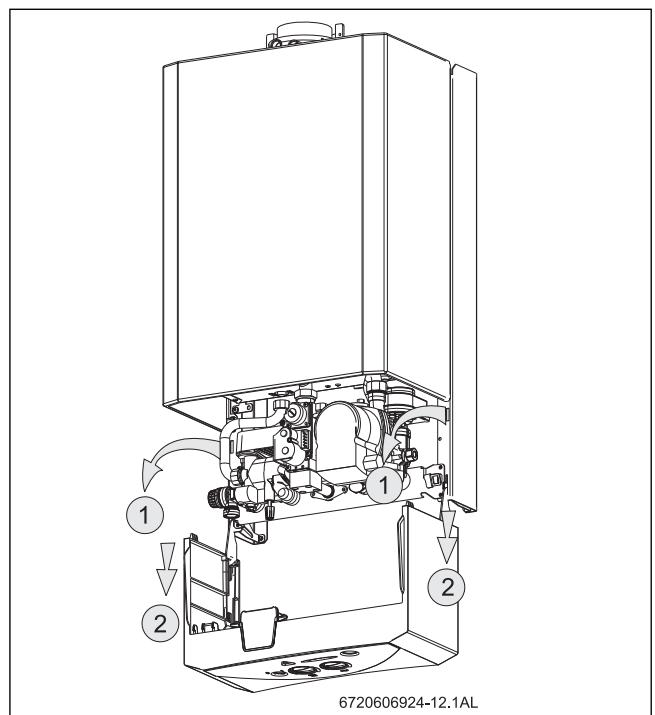

Fig. 8 Posição de serviço para acessibilidade à hidráulica e à electrónica
- Para retirar completamente o painel de comandos, estando ele posicionado como indicado na Fig. 8 , levante e puxe-o na sua direcção.